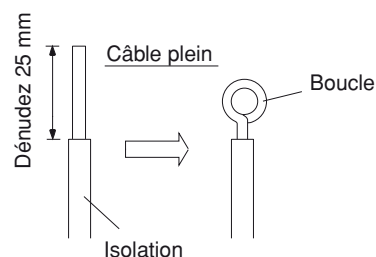

Fig. 29
- (1) Coupez l'extrémité du câble à l'aide d'une pince coupante, puis dénudez l'isolation pour mettre à jour le câble plein sur environ 25 mm. (Fig. 29)
- (2) En utilisant un tournevis, retirez la ou les vis des bornes sur le bornier.
- (3) En utilisant la pince, courbez le câble plein pour former une boucle adéquate pour la vis de borne.
- (4) Formez correctement le câble en boucle, placez-la sur le bornier et fixez-la fermement avec la vis de borne retirée en utilisant un tournevis.